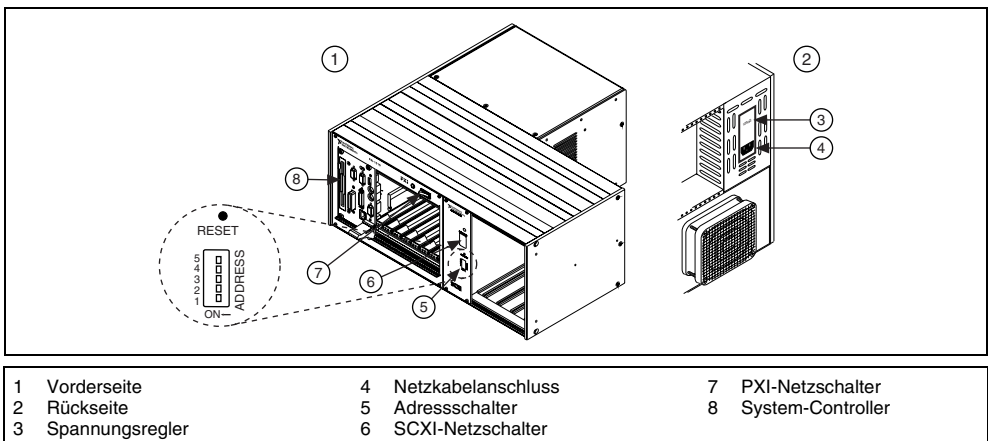

Abbildung 3. Aufbau eines PXI/SCXI-Kombinations-Chassis
2. Setzen Sie die Chassis-Adressschalter auf OFF. In Abbildung 3 befinden sich alle Schalter in OFF-Stellung.